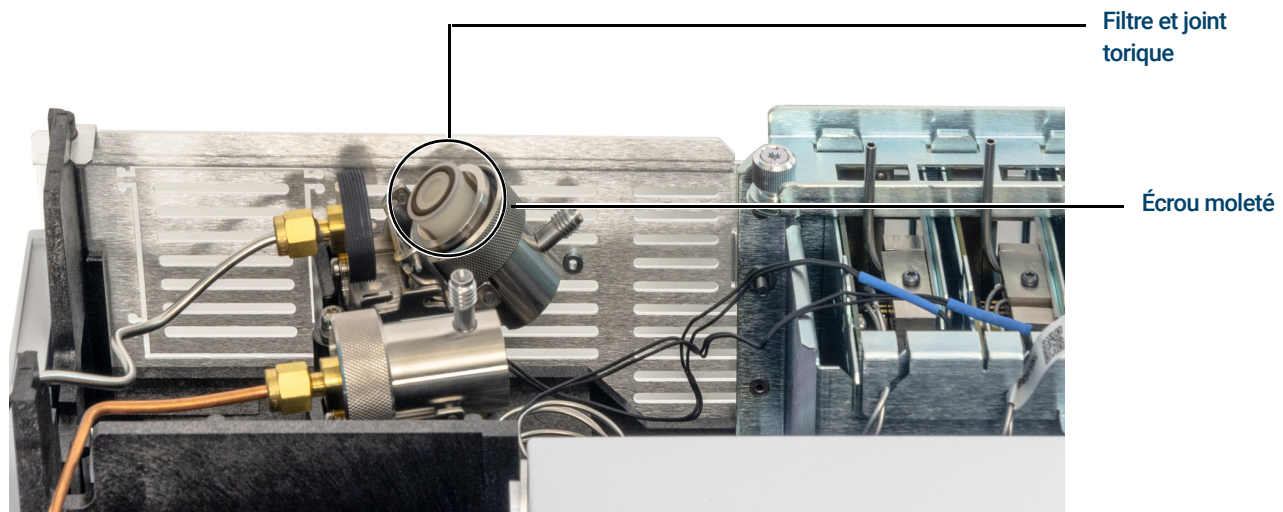

Figure 8. Faire glisser l'ensemble du piège pour exposer le filtre
- 5 Faites sortir l'ensemble du piège du support de montage guidé et inclinez vers le haut pour exposer le filtre comme indiqué à la **Figure 8**.